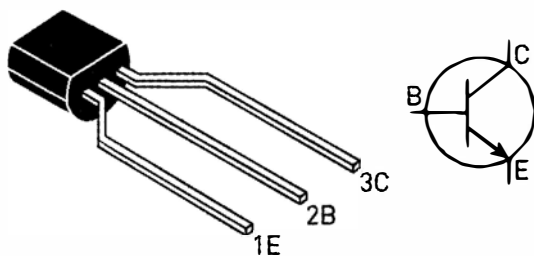

Рис. 4.2. Биполярный *p-p-n* транзистор
Транзисторы применяются во многих устройствах: от усилителей до компонентов центрального процессора в компьютерах и смартфонах. У нас транзистор будет работать в качестве простого электрически управляемого переключателя. Каждый биполярный транзистор имеет три контакта (рис. 4.2): эмиттер (E), коллектор (C) и базу (B).